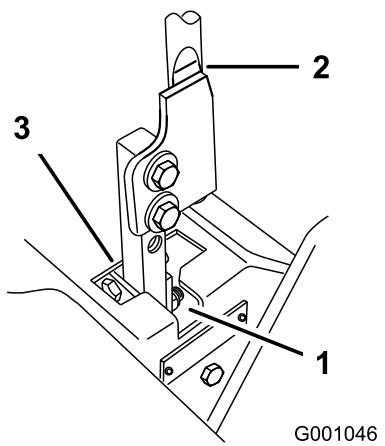

Figure 63
5. Placez le levier au point mort, sans le verrouiller (Figure 63).
6. Tirez le levier en arrière jusqu'à ce que laxe de chape (situé sur le bras au-dessous de laxe de pivot) touche lextrémité de la fente (c.-à-d. commence juste à appuyer sur le ressort) (Figure 63).
7. Vérifiez la position du levier par rapport au cran de la console (Figure 63). Il doit être centré de façon à pouvoir pivoter vers lextérieur jusqu'à la position de verrouillage du point mort.